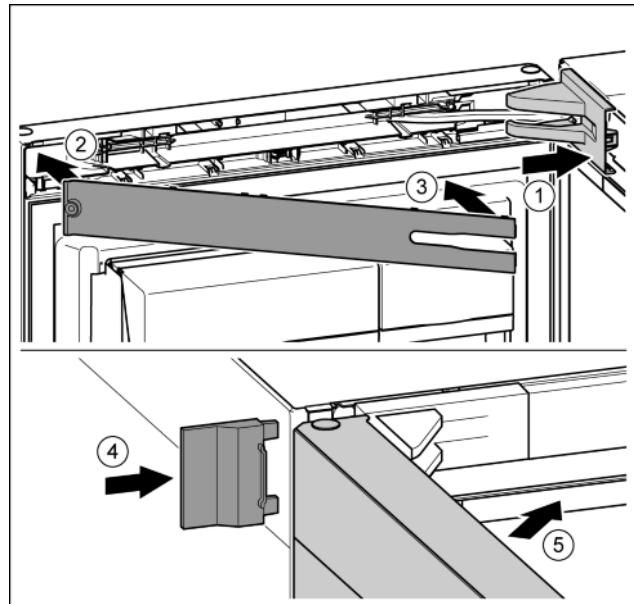

Fig. 26
- Встановіть та зафіксуйте кришку опорного кронштейна, у разі необхідності — обережно розтисніть. Fig. 26 (1)
- Встановіть накладку. Fig. 26 (2)
- Поверніть і зафіксуйте накладку. Fig. 26 (3)
- Насуньте зовнішню кришку. Fig. 26 (4)
- Закройте верхні дверцята. Fig. 26 (5)